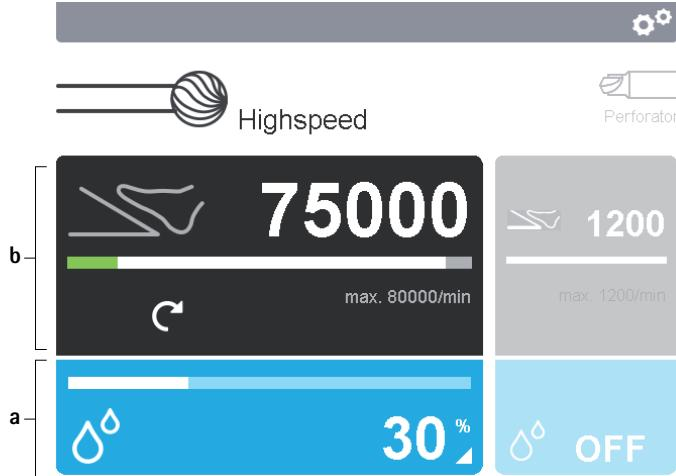

Abb. 5 Bedienfelder aktivieren
- Einstellparameter Anwendungsteil ändern: Anwendungsteil-Bedienfeld **a** im Display **2** betätigen, siehe Abb. 5.